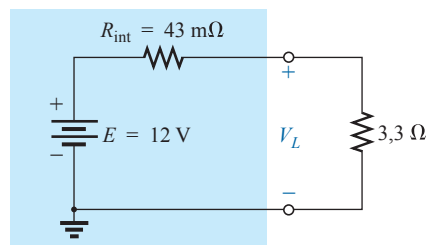

Figura 5.126 Problema 44.
- 44. a) Descubra a tensão para a carga (condições de plena carga) para a fonte na Figura 5.126.